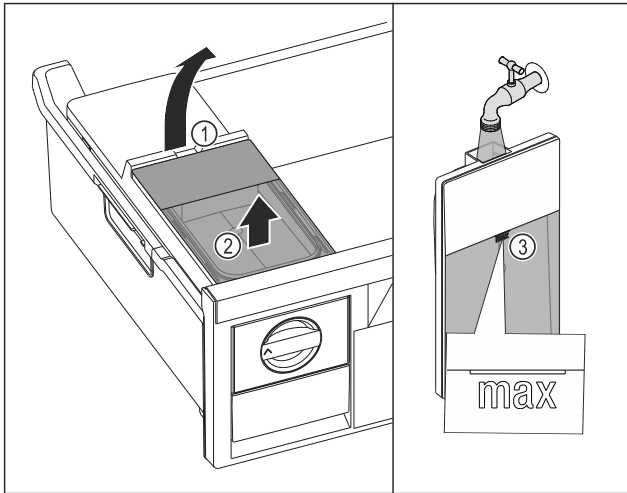

Fig. 42
- ▶ Watertank aan de uitsparing Fig. 42 (1) optillen.
- ▶ Watertank naar boven toe verwijderen. Fig. 42 (2)
- ▶ Watertank tot de markering Fig. 42 (3) vullen met drinkwater.